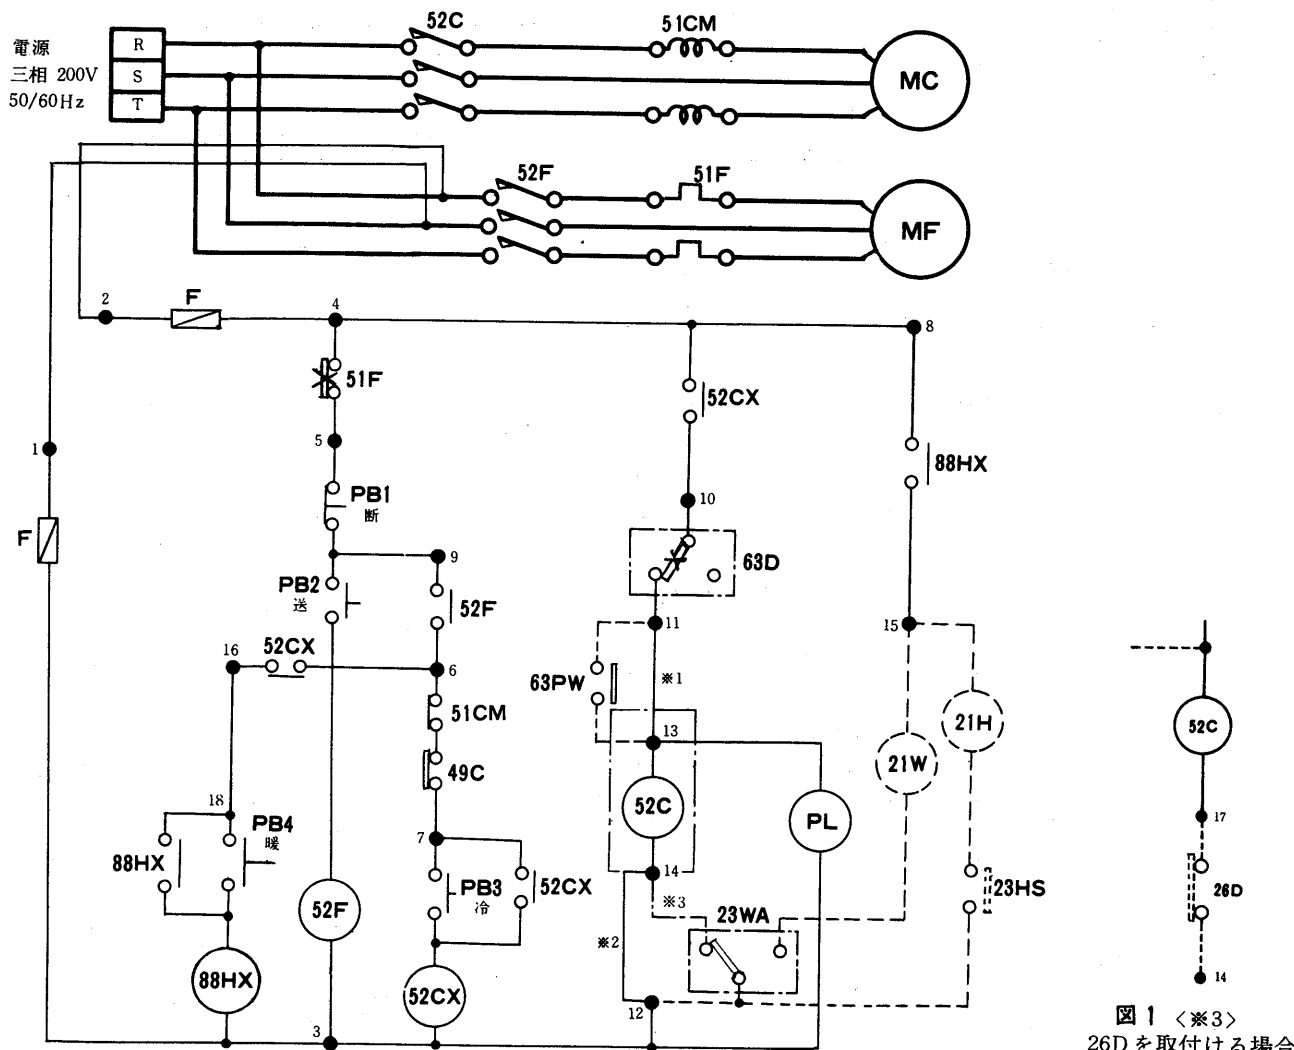

図1 <※3>
2. ※3--- は霜取温調を取付けるとき図1のようになります。